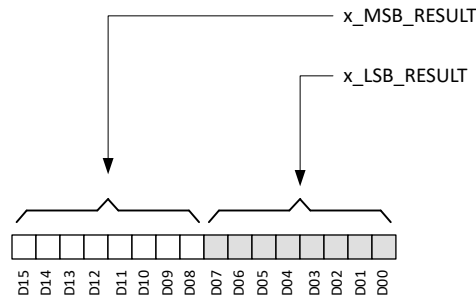

图 7-15. 磁传感器数据定义
X、Y 和 Z 磁传感器数据存储在 x\_MSB\_RESULT 和 x\_LSB\_RESULT 寄存器中。图 7-15 显示了每个传感器输出以 16 位二进制补码格式存储在两个 8 位寄存器中。数据可以结合 MSB 和 LSB 寄存器以 16 位格式检索，也可以通过 MSB 寄存器以 8 位格式检索。
- $D_i$  是图 7-15 中所示的数据位。